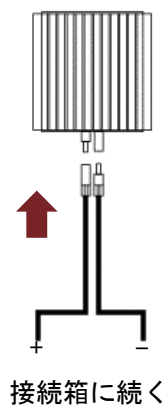

図 12: 出力コネクタの接続
5. 適切なケーブルをストリングオプティマイザの出力回路に接続する。図 12 で示される通り、電圧極性とケーブル接続端子のオス／メスに特に注意する。参照：